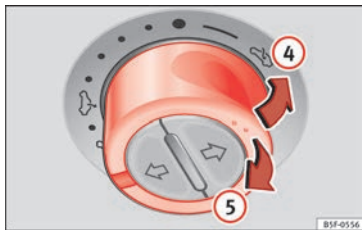

Fig. 12
- Levantar: rode o interruptor para a posição » Fig. 12 ④. Para uma posição intermédia, mantenha o interruptor acionado até atingir a posição desejada.
- Baixar: coloque o interruptor na posição » Fig. 12 ⑤. Para uma posição intermédia, mantenha o interruptor acionado até atingir a posição desejada.